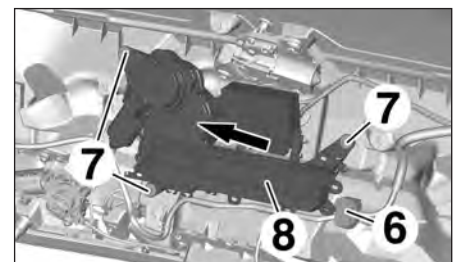

FIG.166
- Débrancher le connecteur (6) (Fig.166).
- les vis (7),
- le mécanisme (8) suivant la flèche.